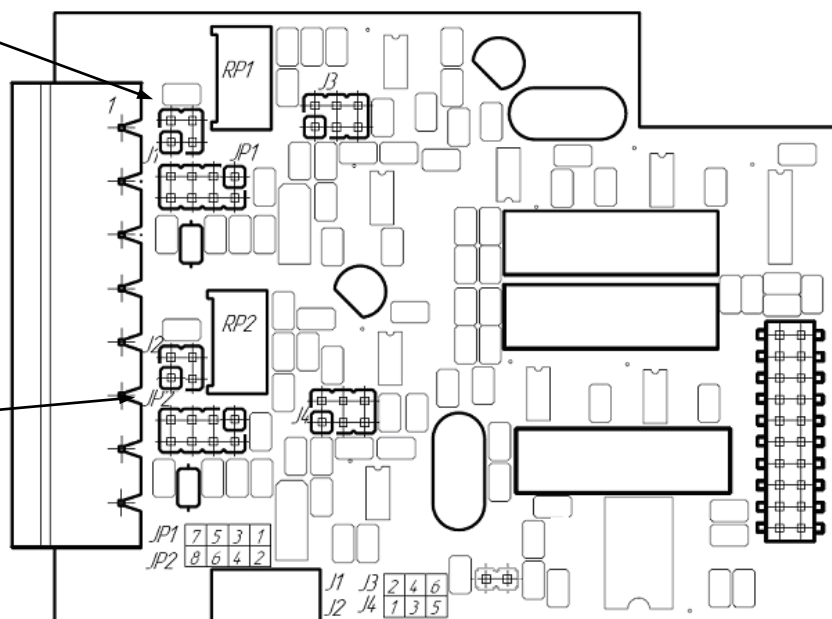

Рисунок 4.4 - Положення перемичок аналогових входів на платі приладу
- встановити положення переминок на модулі універсальних входів в положення відповідно до обраного типу вхідного сигналу (таблиця 4.3, рисунок 4.4).